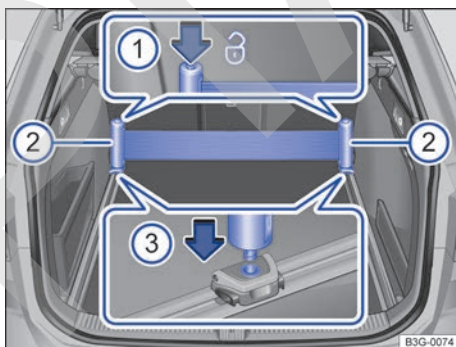

Fig. 253 En el maletero: desmontar y montar la cinta de fijación.
- Sujete los soportes de la cinta de fijación → fig. 253 ② con las dos manos y presione y mantenga presionadas las dos teclas de la cinta → fig. 253 ①.
- Coloque, uno tras otro, los soportes de la cinta en el rebaje de la argolla de amarre desplazable correspondiente → fig. 253 ③ (flecha pequeña) y encástrelos.
- Suelte las teclas de la cinta → fig. 253 ①.
- Presione las teclas de la cinta → fig. 253 ① para tensarla.
Desmonte los dos soportes de la cinta de fijación → fig. 253 ② siempre uno tras otro.
- Presione y mantenga presionada la tecla correspondiente de la cinta → fig. 253 ①.
- Retire el soporte → fig. 253 ② de la argolla de amarre desplazable hacia arriba.
- Junte los dos soportes de la cinta → fig. 253 ② despacio. La cinta se enrolla automáticamente.